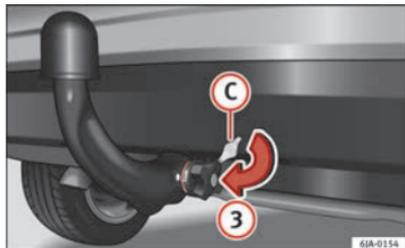

Abb. 118 Aufsetzen der Schlossabdeckung
- Schließen Sie das Schloss des Handrändelrads, indem Sie den Schlüssel (B) bis zum Anschlag in Pfeilrichtung (1) nach rechts drehen – der Pfeil auf dem Schlüssel zeigt auf das Symbol „Schloss geschlossen“.
- Ziehen Sie den Schlüssel in Pfeilrichtung (2) ab.
- Setzen Sie die Abdeckung (C) in Pfeilrichtung (3) ⇒ Abb. 118 auf das Schloss des Handrändelrads.